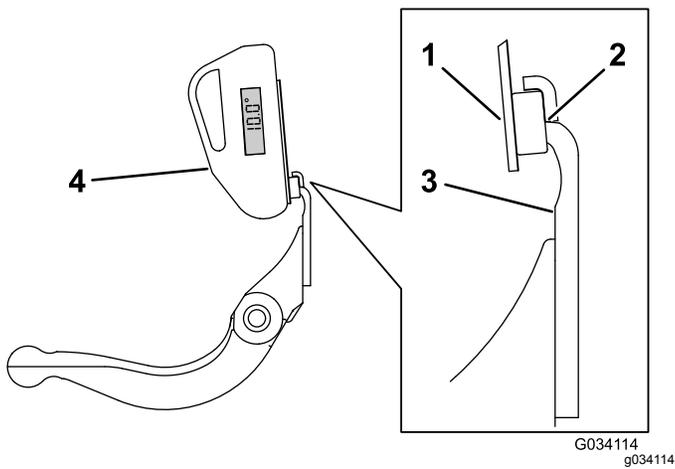

图28
3. 将角度指示器底座放在底刀边缘上以使磁体边缘与底刀边缘紧密配合图28。
4. 如 图28 所示将角度指示器放置到底座上。